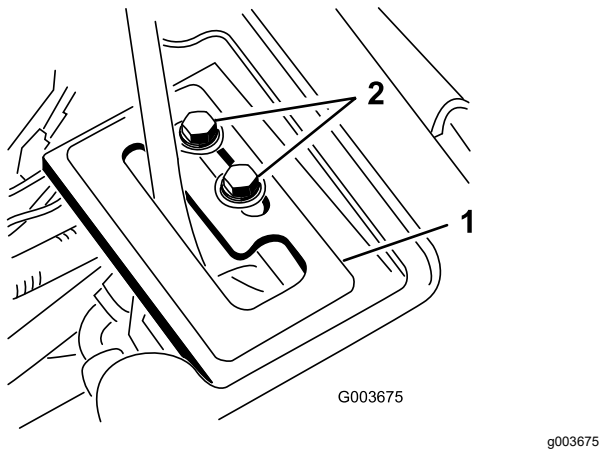

図 26
1. レバーガイドプレートを、昇降レバーの上からかぶせるようにして位置決めをし、フランジヘッドねじ2本とワッシャで仮止めする 図 26。
7. エンジンが回転している状態で、昇降レバーをフロート位置にセットするこの状態で、昇降シリンダを手で延ばしたり縮めたりできるようにレバーガイドプレートの位置決めを行う 図 26。
8. 調整ができれば、レバーガイドプレート固定用のねじ2本を締めてプレートを固定する 図 26。